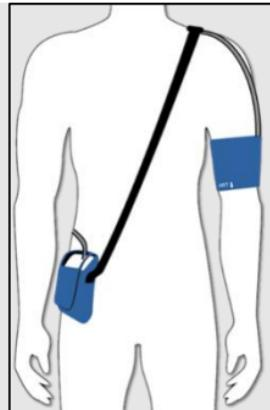

Fig. 1: NBP-24 NG
- Veillez à la fixation correcte de la bandoulière/ceinture et du tuyau du brassard, voir fig. 1.
- Le raccord du tuyau sur le brassard doit être dirigé vers le haut, voir fig. 1